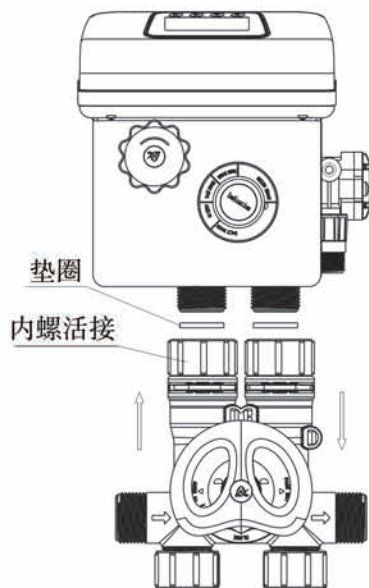

图1-1
- ①将配套的垫圈放入旁通阀的两个内螺活接后，分别与F63控制阀相应的进水口、出水口相连（如图1-1所示）；
- ②将进水管、出水管分别与旁通阀上的进水口、出水口相连。